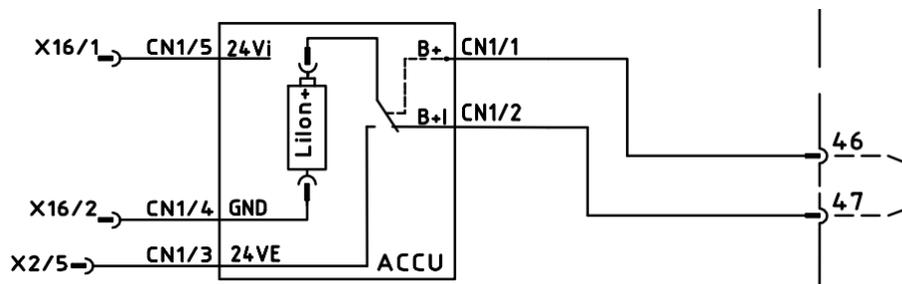

Abbildung 7.2: Beispiel für einen Schaltplan mit den Anschlüssen 46 und 47 für die Aktivierung des Akkupacks
- Im Auslieferungszustand ist die Akkupufferung deaktiviert. Die Aktivierung erfordert eine Brücke im Kundenanschluss gemäß Anschlussplan (siehe Abbildung 7.2). Im beispielhaften Schaltplanauszug erfolgt dies über die Anschlüsse 46, 47.